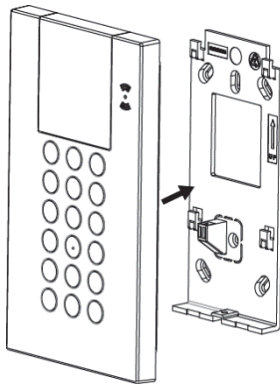

Figura 4
5. Montar el teclado en el soporte de montaje (ver Figura 4).